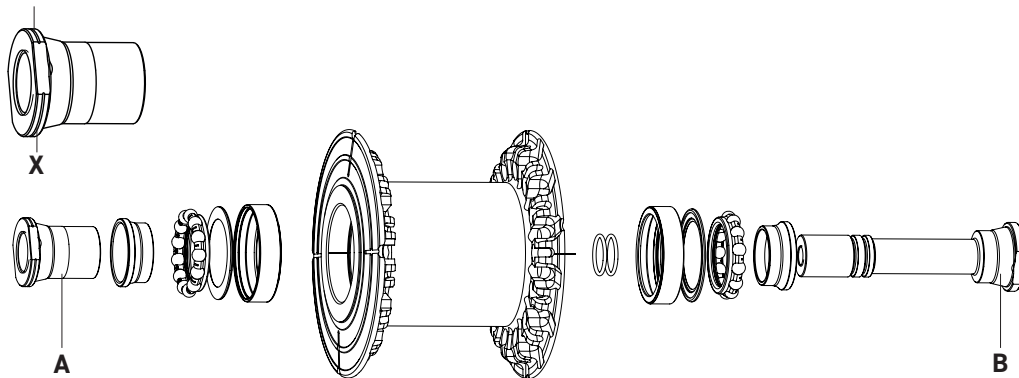
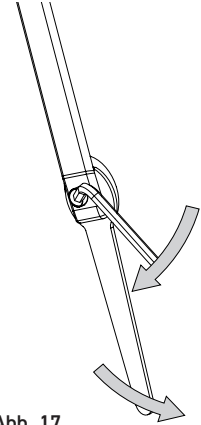

Abb. 14
Abb. 17
- Identifizieren Sie die einstellbare Seite der Achse (A - Abb.14), erkennbar am Vorhandensein der Nut (X - Abb.14).
- Die nicht einstellbare Seite hat hingegen keine Nut (B - Abb.14).
• • Ziehen Sie die Schraube auf der einstellbaren Seite der Achse (B - Abb.14) mit einem Drehmoment von 12-13 Nm an, wobei Sie die Drehung der Achse mit einem flachen 17-mm-Maulschlüssel (Abb.17) auf derselben Seite der Achse kontern.
- Arretieren Sie die Achse mit einem flachen 17-mm-Maulschlüssel, der in Position B (Abb.14) einzusetzen ist, und schrauben Sie mit einem weiteren flachen 17-mm-Maulschlüssel die Einstellhülse A (Abb.14), erkennbar an der vorhandenen Nut, auf der gegenüberliegenden Seite ab.